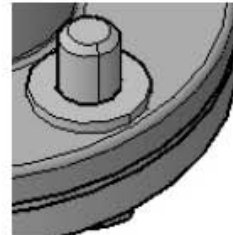

Рис. 12.23. Окончательное положение шайбы
18. В итоге шайба займет нужное положение (рис. 12.23).